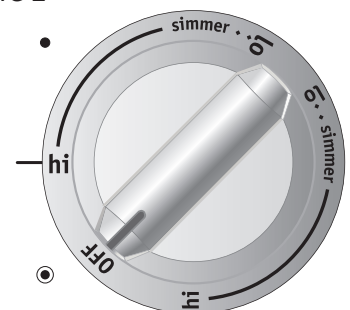

Figure 4
2. Poussez et tournez le bouton de commande dans le sens horaire (voir Figure 3) pour faire fonctionner la zone interne de l'élément double ou dans le sens anti-horaire (voir Figure 4) pour faire fonctionner l'élément double au complet.